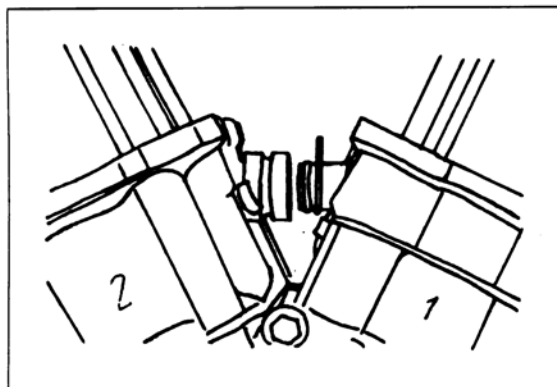

Bild 120
- Klammern der Kühlmittel-Zylinderverbindung entfernen und Verbindungsmuffe entweder zum vorderen oder hinteren Zylinder verschieben (Bild 120).